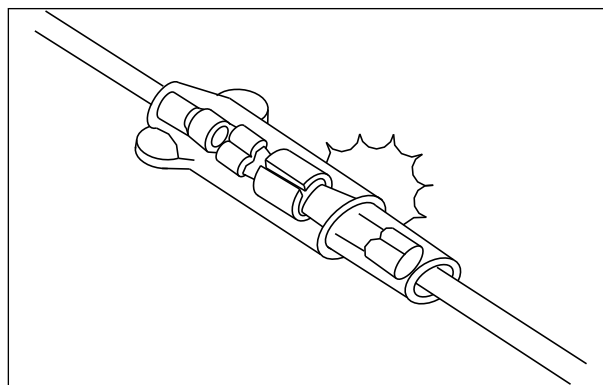

Fig. 5.1
- Ao conectar um conector, certifique-se de empurrá-lo até sentir um clique. (Fig. 5.1)